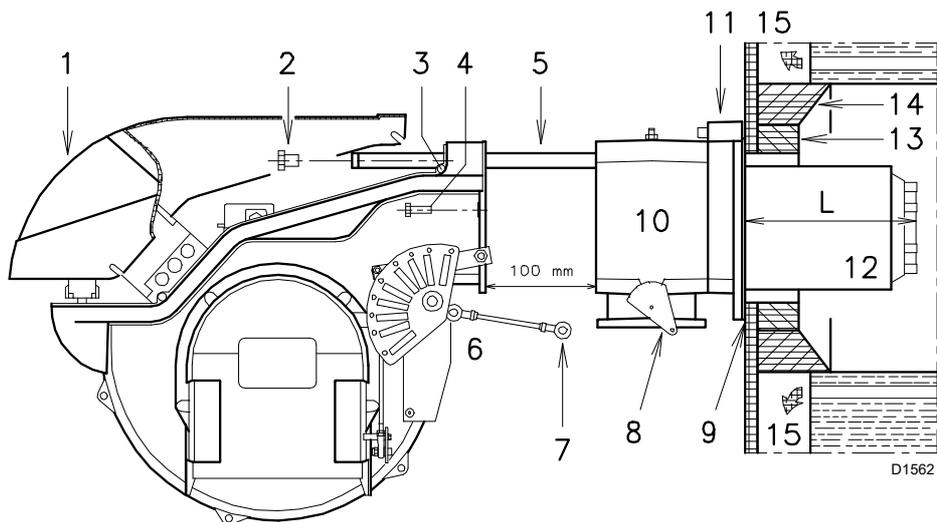

Fig. 14
Pour les chaudières avec circulation des fumées sur l'avant 15)(Fig. 14), ou avec chambre à inversion de flamme, réaliser une protection en matériau réfractaire 13), entre le réfractaire de la chaudière 14) et l'embout 12).
Pour les chaudières avec la façade refroidie à l'eau, le revêtement réfractaire n'est pas nécessaire 13)-14)(Fig. 14) s'il n'y a pas de demande expresse du constructeur de la chaudière.
Séparer la tête de combustion du reste du brûleur, comme illustré dans la Fig. 14 ; procéder comme suit :
- fixer la bride 11)(Fig. 14) à la plaque de la chaudière en intercalant l'écran isolant 9)(Fig. 14) fourni.